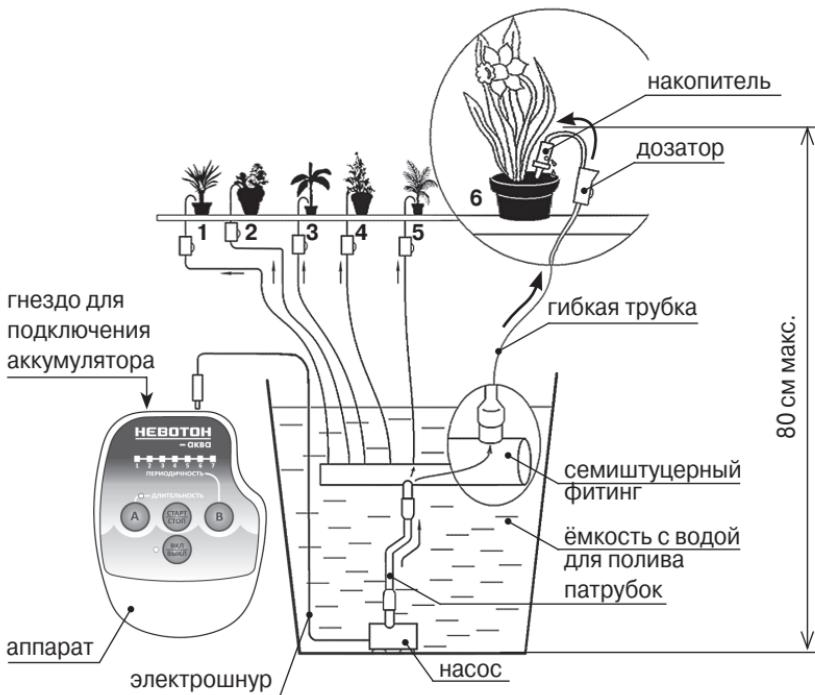
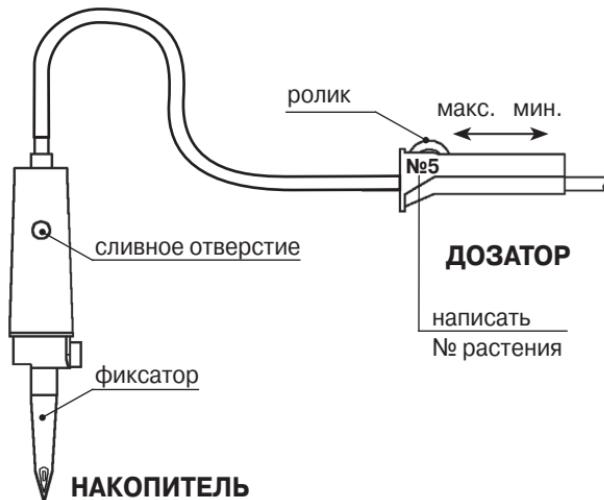

Рис. 1. Схема построения типовой автоматической системы с использованием аппарата НЕВОТОН-аква
Рис. 2. Роликовый дозатор и накопитель
Коротким патрубком (см. рис. 1) соединяем выход насоса и фитинг, имеющий шесть выходных штуцеров. На каждый выходной штуцер фитинга надеваем резиновый наконечник гибкой трубки. На этой трубке имеется роликовый дозатор, который можно перемещать по поверхности трубы, и накопитель со сливным отверстием и фиксатором (см. рис. 2).
От насоса идет электрошнур со штыревым разъёмом. Его необходимо включить в гнездо на корпусе аппарата НЕВОТОН-аква (см. рис. 1).
- устанавливаем ролики всех дозаторов в положение, как показано на рис. 2;
Нажимаем на включённом аппарате кнопку «**A**», светодиодный индикатор кнопки «A» начинает мигать. В пустую вспомогательную ёмкость или ёмкость для полива, куда опущены трубы с дозаторами, польётся вода. Берем в руки все трубы с накопителями и начинаем при помощи вращения (перемещения) роликов дозаторов устанавливать величину вытекающей из накопителей воды. При перемещении ролика дозатора (см. рис. 2) от «**Макс.**» к «**Мин.**» струя воды уменьшается. Таким образом, для растений №3 и №6 в нашем примере струи воды должны быть в два раза больше, чем для остальных растений (см. табл. 1). Повторным нажатием на кнопку «**A**» выключаем насос. Аппарат при этом остаётся включённым. Светодиодный индикатор кнопки «A» светится непрерывно.
Проверим, что в ёмкость для полива налита вода и в неё опущен насос системы. Закрепим наконечники накопительных капсул в грунте цветочных горшков (или на дачных грядках) – см. рис. 1. Теперь мы можем сказать: **система автоматического полива готова к эксплуатации.**
- ж) Система может работать от внешнего источника постоянного напряжения (например, аккумулятора) от 8 до 14 В. В комплекте к аппарату имеется разъем с электрошнуром для подключения аккумулятора (см. рис. 1).